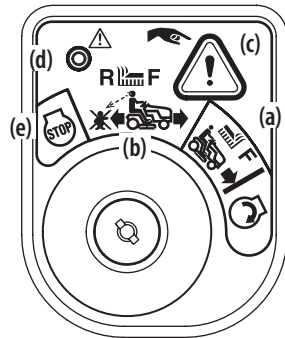

Figura 20
2. Gire la llave de la posición CORTE NORMAL  (a) a la posición MODO PRECAUCIÓN MARCHA ATRÁS  (b) del módulo de encendido. Consulte la Figura 20.
3. Oprima el BOTÓN DE MARCHA ATRÁS  (c) en el ángulo superior derecho del módulo de encendido. La luz indicadora roja (d) que está en el ángulo superior izquierdo del módulo de encendido se mantendrá ENCENDIDA mientras está activada. Consulte la Figura 20.